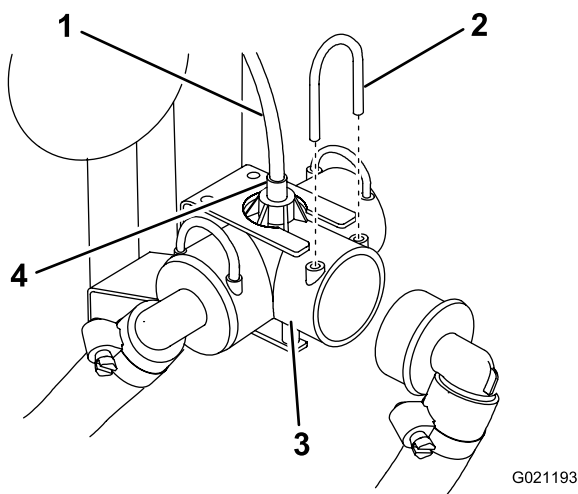

Figura 4
1. Retire la horquilla de retención para desconectar la manguera de los brazos del acoplamiento en T (Figura 4).
- En fumigadores Multi-Pro 1200, desconecte el tubo rojo pequeño del manómetro del acoplamiento verde situado en la parte superior del acoplamiento en T (Figura 4).